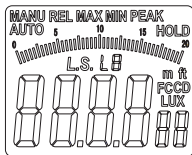

Figura 6
- Pressione e segure o botão “MAX/MIN/LS” por um segundo e o valor de LS começará a piscar na tela LCD (como mostrado na figura 6). O medidor agora está no modo de seleção de fonte. Pressione “REL/PEAK” ou “HOLD/ZERO” para alterar a fonte de luz (L0-L9), pressione por um longo período para acelerar a mudança. Pressione “RAN” novamente para voltar ao passo anterior.